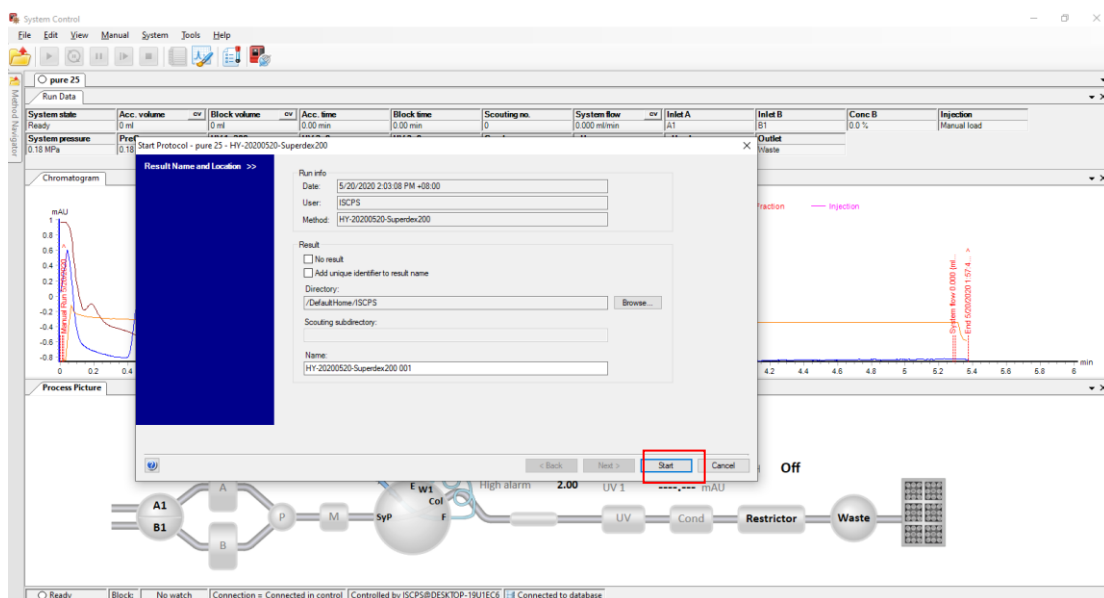

图 8.1 运行程序
6.8.1 如图8.1所示，确认上样到loop环以后，切换到System Control界面，选择6.6中编辑好的方法，在菜单栏点击Run按钮→点击start，开始运行。